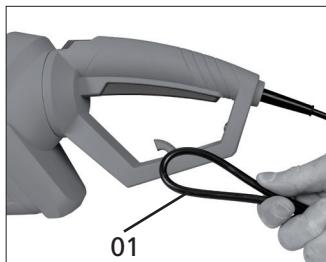
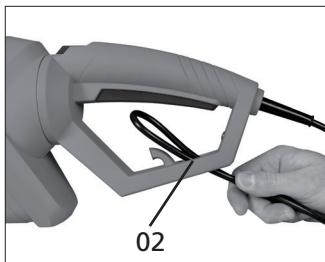

Fig. 03
Fig. 04
**1)** Para sua segurança e evitar que o cabo elétrico se desconecte do plugue enquanto o trabalho estiver sendo executado, sobre o cabo 1 (Fig. 03) e passe pelo orifício 2 (Fig. 04).